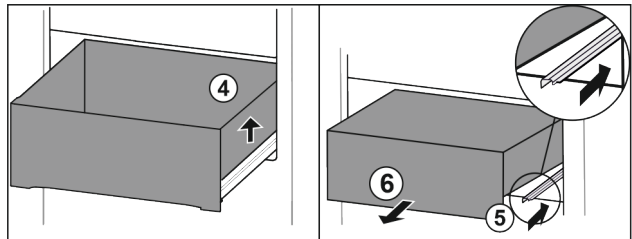

Fig. 160
- Підняти висувний ящик праворуч. Fig. 160 (4)
- Вставити праву рейку. Fig. 160 (5)
- Вийняти висувний ящик рухом вперед. Fig. 160 (6)